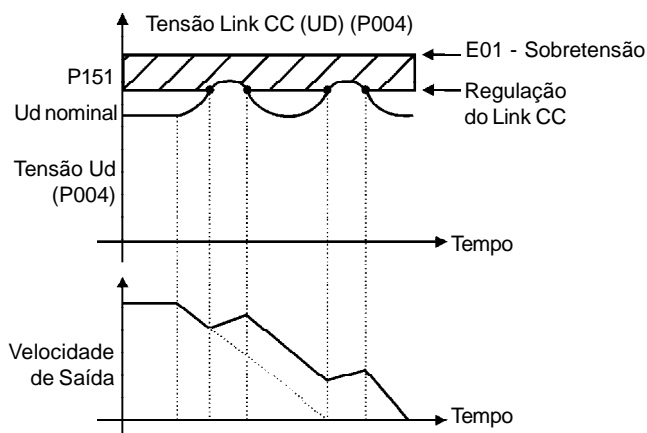

Figura 6.13 – Curva desaceleração com Regulação da tensão do Link CC
- Se, mesmo com esses ajustes, não for possível desacelerar o motor no tempo necessário, utilizar frenagem reostática (Para mais detalhes consulte o item 8.10 Frenagem Reostática).
**Tipo da regulação da tensão do Link CC quando P152 > 0.00 e P151 diferente do valor máximo:** Quando a tensão do link CC atingir o nível de regulação durante a desaceleração, o tempo da rampa de desaceleração é estendido e o motor é acelerado até o momento que a tensão do Link CC saia do nível de atuação. Consulte a figura 6.13.